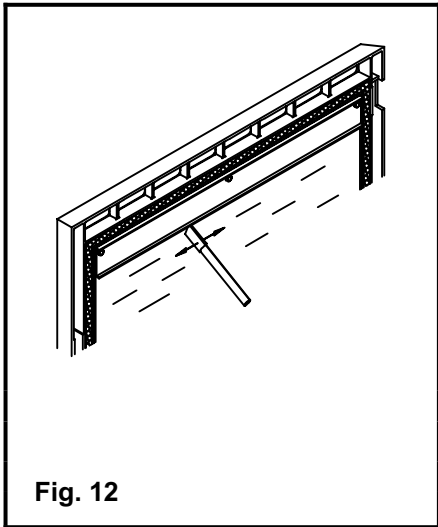

Fig. 12
- Gratter avec l'extrémité d'un objet métallique ② l'arrête inférieure de la réglette d'admission d'air pour enlever le bistre qui a pu s'y agglomérer (Fig 12).